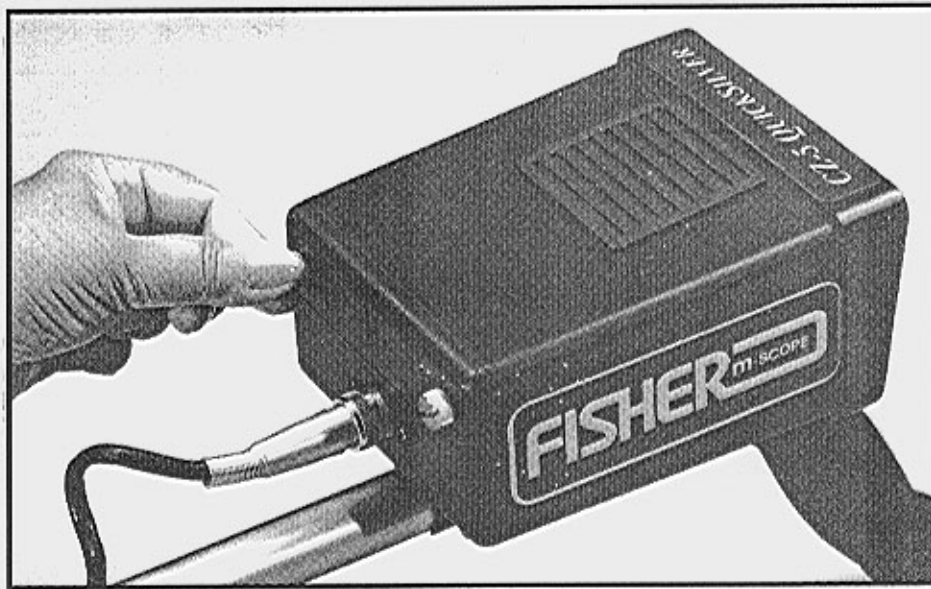

Рис. 9. Замена батарей
1. Снимите крышку гнезда батарей, ослабив два винта (см. рис. 9).